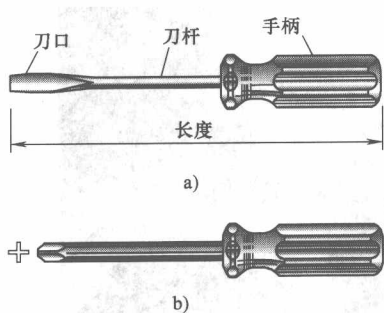

图 1-8 螺钉旋具
1) 螺钉旋具如图 1-8 所示，操作时选用的旋具的端口要和螺栓或螺钉的槽相适应。